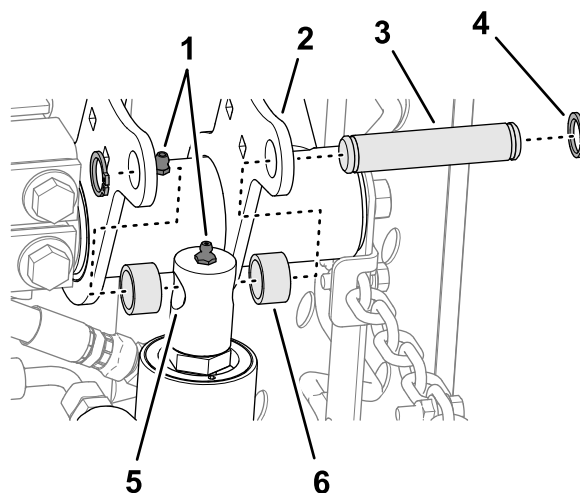

Figura 13
4. Mueva lentamente la varilla del cilindro de elevación hasta que quede alineada con los taladros en las bridas del brazo de elevación derecho (Figura 13).
5. Monte la varilla en las bridas con el pasador de montaje, 2 espaciadores y 2 anillas a presión (Figura 13).
6. Aplique grasa de litio n.º 2 a los engrasadores del brazo de elevación y el cilindro hidráulico (Figura 13).
1. Alinee los taladros de las placas del bastidor de tiro trasero con los taladros de las placas de montaje de la unidad de corte (Figura 13).